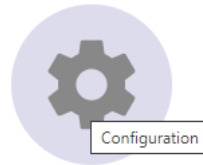

图 3-9. 配置页面图标
3. 单击图 3-9 所示的 *Configuration* 图标（左侧的菜单中也提供了该图标），选择 I2C 总线上的 TMAG3001EVM 数量，并选择 ADDR 引脚连接到哪个引脚。